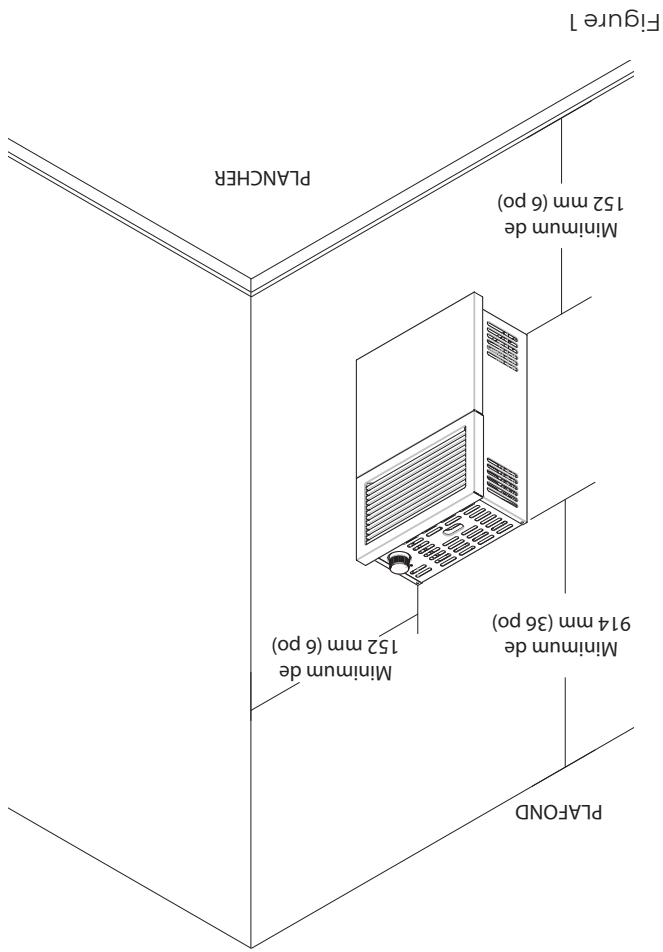

Figure 1
1. Marquez au crayon les positions des trous qui serviront au tuyau de ventilation et d'entrée d'air, en tenant compte des espaces de dégagement minimaux indiqués dans la figure 1. Voir les dimensions du trou carré « D » et la hauteur au centre « C » dans le tableau 1, ou dans la figure 5 pour les autres modèles. La hauteur « C » est la hauteur minimale recommandée.